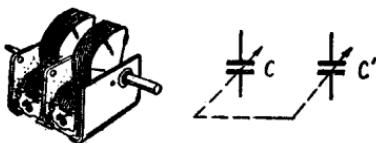

图 9 双连可变电容器
**双连可变电容器** 见图 9。构造与单连可变电容器相同。